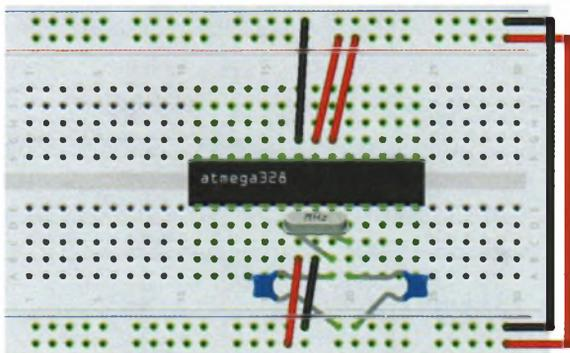

РИСУНОК 25.8
8. Подключите одну ножку кварцевого генератора к контакту 9 микросхемы АТмега, а другую — к контакту 10. Подключите ножки одного дискового конденсатора емкостью 22 пФ к контактам 9 и GND, а ножки второго — к контактам 10 и GND, как показано на рис. 25.8.